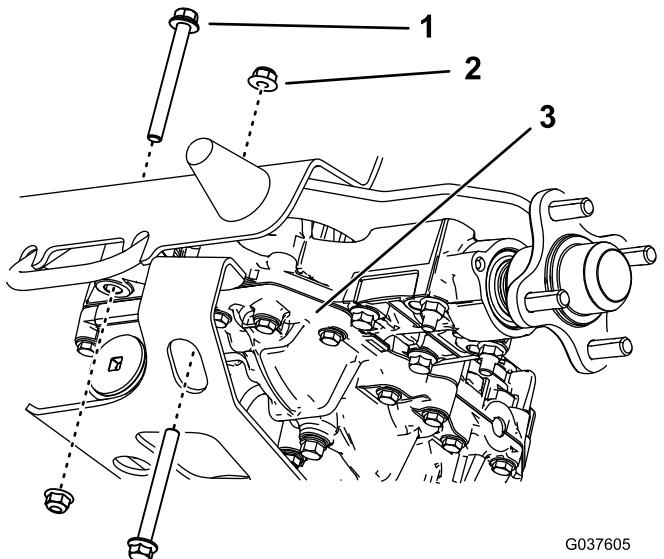

Figura 9
5. Rimuovete i 2 bulloni posteriori e i 2 dadi dal transaxle destro (**Figura 9**). Conservate i dadi.